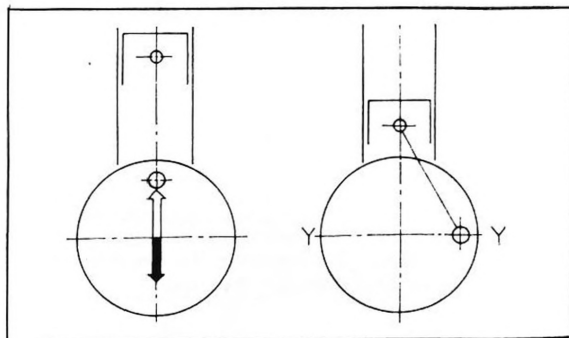

Figure 1-38 : équilibrage à 0%
L'équilibrage "A" (%) est calculé au moyen de l'équation suivante : $A = \frac{m}{M} \times 100$, dans laquelle m est la masse en rotation (sans équilibrage) et M la masse en mouvement alternatif. La masse en rotation (m) s'obtient en soustrayant la masse en rotation du maneton et de la bielle du poids total des contrepoids. La masse en mouvement alternatif (M) se compose de la masse du piston, de son axe et de la bielle. Elle détermine l'équilibrage dans les direction X-X et Y-Y, comme le montre la figure 1-38.
Considérons d'abord le cas dans lequel la masse en rotation est parfaitement équilibrée ($m=0$). L'inertie produite dans la direction X-X par le mouvement alternatif de M agit par intermittences et provoque des vibrations du moteur. On se trouve dans les conditions de l' "équilibrage à 0 %" (figure 1-38).